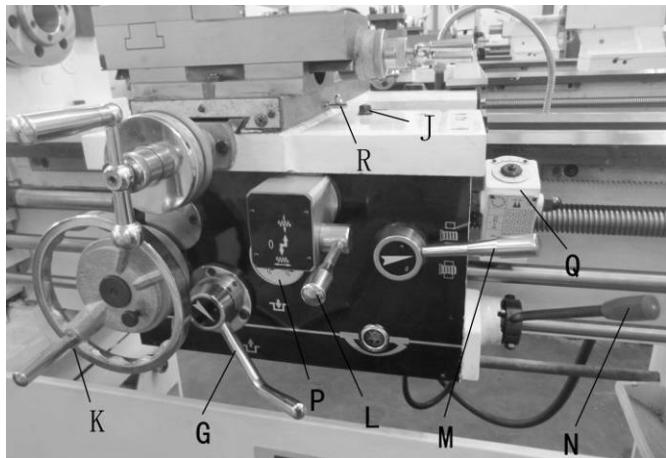
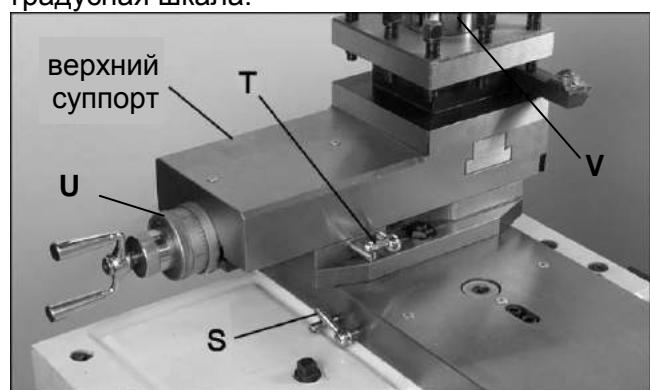

Рис.20
Рис.21
5. Фиксатор суппорта (J, Рис.20) расположен на крышке суппорта справа. Поворотом по часовой стрелке фиксирует суппорт от продольного перемещения, поворот против часовой стрелки – разблокирует.
ВНИМАНИЕ: В транспортном положении продольный суппорт станка зафиксирован винтом (J, Рис.20)! При подготовке станка к работе необходимо отвернуть фиксирующий винт, во избежание повреждения шестерен.
6. Маховик продольного перемещения (K, Рис.20) расположен на фартуке суппорта. Вращение маховика влево переместит суппорт к шпинделю. Вращение маховика вправо переместит суппорт к задней бабке. Информация о величине перемещения показывается на нониусе. Цена деления нониуса 0,1 мм. Для того чтобы сместить нониус в удобное для отчета положение (например, на «0»), ослабьте винт фиксации нониуса и поверните его. Не забудьте зафиксировать нониус винтом в выбранном положении.
7. Рукоятка выбора подачи (L, Рис.20) может находиться в трех положениях: верхнее, включена поперечная автоподача; среднее – нейтральное; нижнее, включена продольная автоподача.
8. Рукоятка маточной гайки (M, Рис.20) расположена справа на фартуке суппорта. Подключает вал для нарезания резьбы.
9. Рукоятка включения и выбора направления вращения шпинделя (N, Рис.20). Перемещение рукоятки вверх включает прямое вращение шпинделя (на оператора). Перемещение рукоятки вниз включает реверсивное (обратное, от оператора) вращение шпинделя. Ру-
10. Рукоятка включения подачи (G, Рис.20) в верхнем положении включает подачу, в нижнем положении – отключает.
11. Регулировка муфты сцепления (P, Рис.20). При работе станка с превышением нагрузки, возможно проскальзывание муфты сцепления. Для устранения проскальзывания необходимо изменить условия резания. Муфта сцепления была отрегулирована на заводе-изготовителе и не требует дополнительного обслуживания или регулировки. Если требуется выполнить ее регулировку, руководствуйтесь диаграммой на панели. Настройка и регулировка муфты должна выполняться квалифицированным специалистом.
12. Указатель резьбы (Q, Рис.20) позволяет быстро вернуть суппорт (с размыканием маточной гайки) в начало резьбы по круговому указателю при нарезании резьбы резцом за несколько проходов.
13. Рукоятка поперечного перемещения (R, Рис.20) расположена над суппортом, обеспечивает поперечное перемещение. Цена деления нониуса 0,05 мм (на диаметр). Для того чтобы сместить нониус в удобное для отчета положение (например, на «0»), ослабьте винт фиксации нониуса и поверните его. Не забудьте зафиксировать нониус винтом в выбранном положении. Поперечное перемещение суппорта можно заблокировать фиксатором (S, Рис.21), который находится справа.
14. Верхний (дополнительный) суппорт можно поворачивать на 360°, если ослабить фиксатор (T, Рис.21). Угол поворота показывает градусная шкала.
15. Рукоятка перемещения верхнего суппорта (U, Рис.21). Вращением рукоятки по или против часовой стрелки обеспечивают перемещение верхнего суппорта. Цена деления нониуса 0,02 мм.
16. Рукоятка фиксации резцодержателя (V, Рис.21). Смену режущего инструмента осуществляют поворотом 4x позиционного резцодержателя, для этого ослабьте зажим, повернув рукоятку против часовой стрелки, после поворота в нужное положение, затяните, повернув рукоятку по часовой стрелке.
4. Установите рукоятку выбора направления автоматической подачи (L, Рис.20) в НЕЙТРАЛЬНОЕ положение.